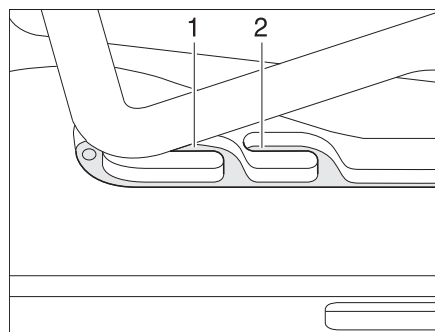
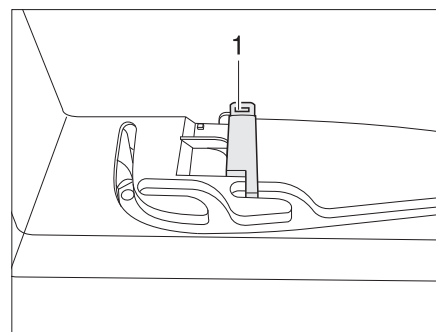

Fig. 85 Lanterneau Heki en position de ventilation
Fig. 86 Verrouillage position de ventilation
Il est possible d'amener le lanterneau Heki en deux positions de ventilation : Position pour mauvais temps (Fig. 85,1) et position intermédiaire (Fig. 85,2). Suivant le modèle, il est possible de verrouiller le lanterneau en position intermédiaire avec le verrou (Fig. 86,1).
- Pousser légèrement l'étrier vers le haut, le pousser dans la glissière choisie (Fig. 85,1 ou 2) et le verrouiller si nécessaire.